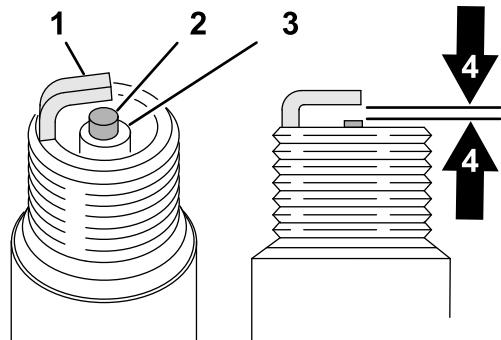

图 165
- 查看两个火花塞的中心 图 165。如果您看到绝缘体上有浅棕色或浅灰色涂层、说明发动机运行正常。如果绝缘体上的涂层为黑色，则通常意味着空气滤清器已变脏。